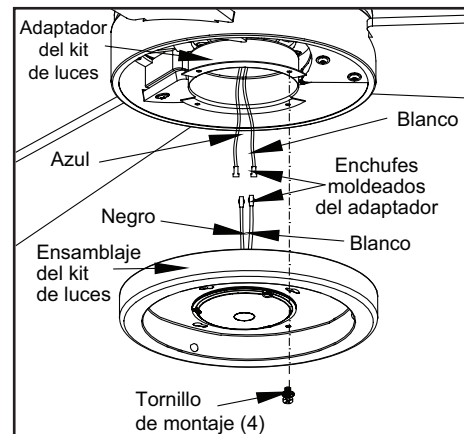

Figura 13
1. Afloja, pero no quites, tres de los cuatro tornillos de montaje del conjunto motor-ventilador; retira un tornillo de montaje. (Figura 13)
2. Empuja el conjunto del soporte del kit de luces hacia el conjunto motor-ventilador de manera que las cabezas de los tres tornillos aflojados encajen en los orificios tipo ojo de cerradura. Gira el conjunto del soporte kit de luces hacia la derecha y aprieta los tornillos. Vuelve a instalar el tornillo que retiraste en el paso 1 y apriétalo firmemente. (Figura 13)